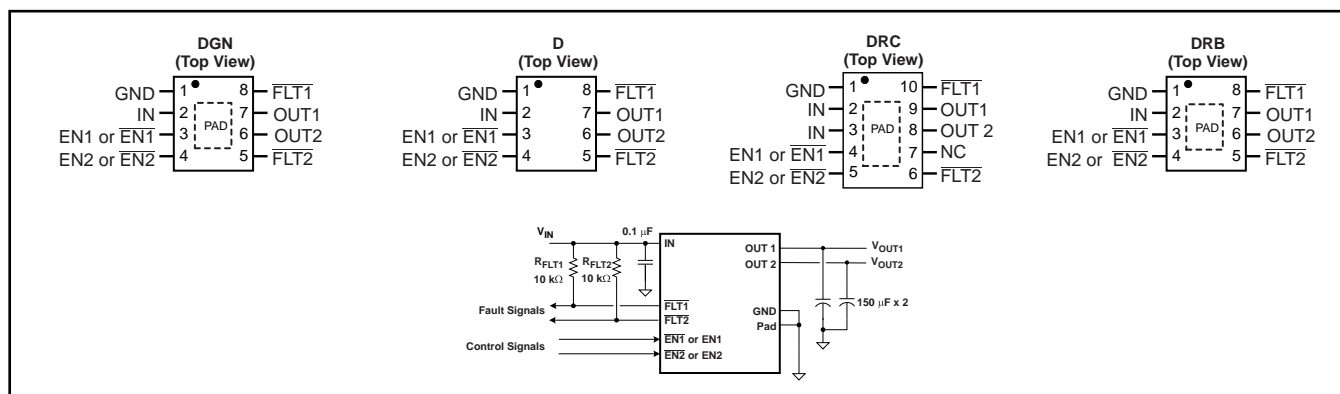

図 1. 標準的なアプリケーション
- (1) 絶対最大定格は、推奨接合部温度範囲にわたって適用されます。
(2) 特に指定のない限り、すべての電圧値はGNDを基準にしています。
(4) 図1に示すように入力および出力をバイパスし(ただし入力コンデンサは22μF)、PCB上でVOUTにサージを印加しました。デバイスに障害は発生していません。